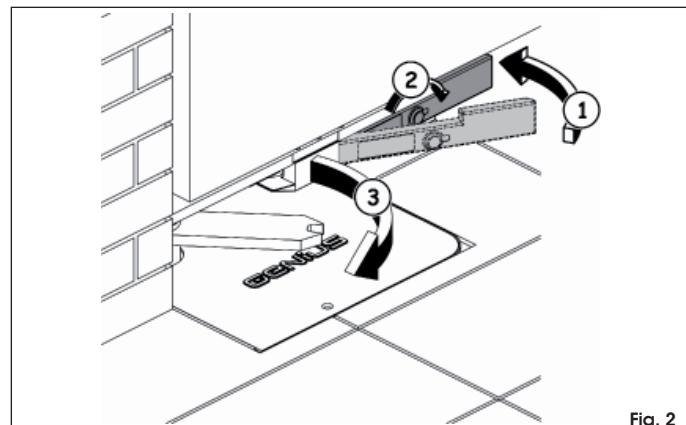

Fig. 2
- Hebel wieder eindrücken (Abb. 2 Bez. ①)
- Schlüssel in das Schloß einstecken und bis zum Anschlag gegen die Pfeilerrichtung drehen (Abb. 2 Bez. ②)
- Torflügel manuell betätigen, bis das Elektroschloß in den Verriegelungsbügel einrastet (Abb. 2 Bez. ③)